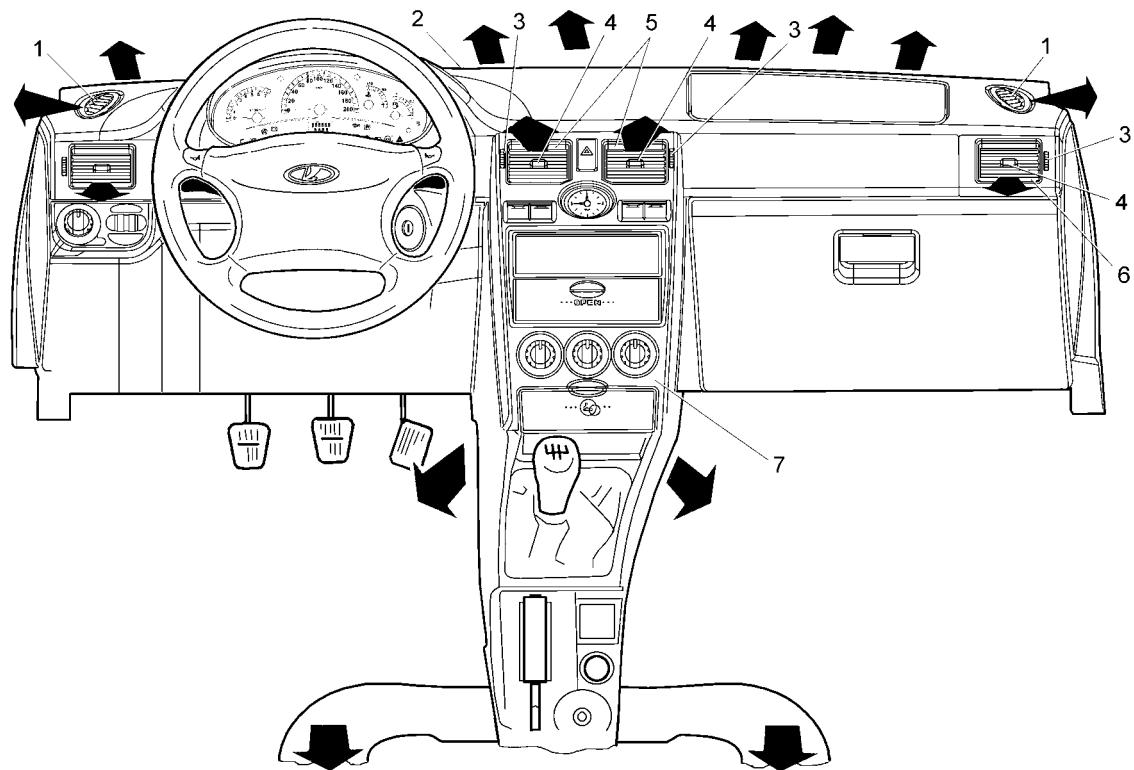

Рис. 39. Органы управления системой вентиляции и отопления салона
- 1 – сопла обдува боковых стекол (рис. 39);
7 – поворотные переключатели системы вентиляции и отопления салона (см. рис. 39).**
При установке открыть центральные 5 и боковые 6 сопла вентиляции (рис. 39).